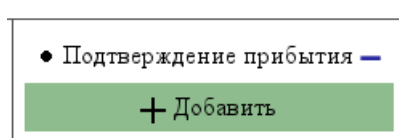

Рис. 71
1) выбрать в таблице нужное событие или значение состояния и в столбце «Скрипт» около названия скрипта нажать кнопку «—» (Рис. 71);